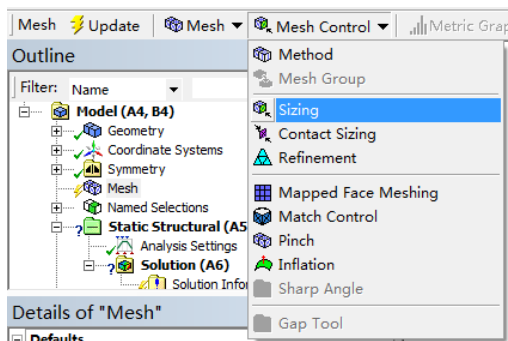
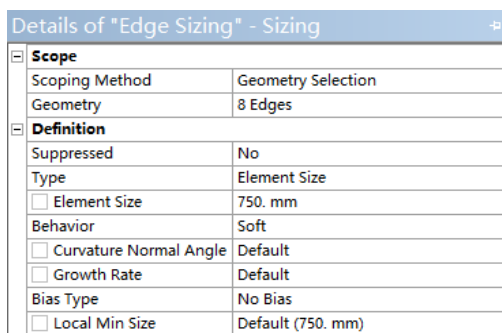

图 13-5 添加网格尺寸控制
图 13-6 设置面划分尺寸
2) 在“Mesh”上单击，然后在工具栏中选择“Mesh Control”→“Sizing”，如图 13-5 所示，设置“Element Size”（单元尺寸）为 750mm，如图 13-6 所示。